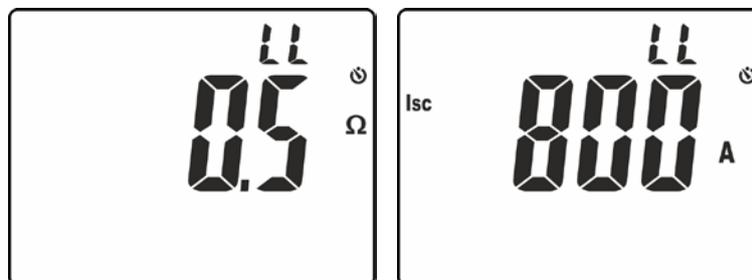

Fig. 28: Resultados da medição da impedância Loop L-L
12. No ecrã da Fig. 28 – parte esquerda aparece o valor da impedância de Loop L-L. Premir os botões  $\nabla/\text{}$  ou  $\blacktriangle$  para visualizar o valor da corrente de curto-circuito provável **Isc** (consultar o § 9.3)